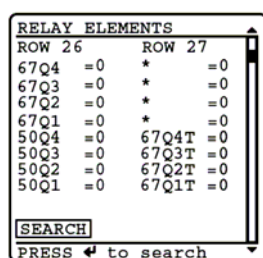

Figura 6.21 Tela RELAY ELEMENTS Contendo o Elemento 50Q1
- O relé vai exibir a tela contendo o elemento 50Q1, conforme mostrado na Figura 6.21.